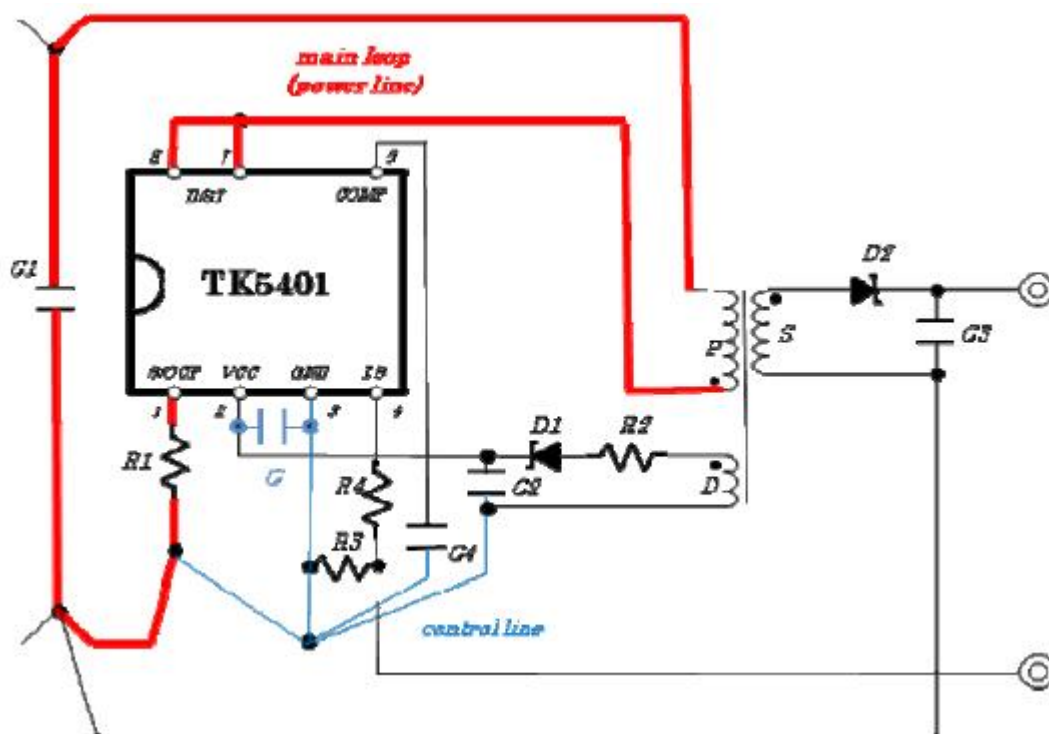

图 12 连接模式示例
(1) 如图 12 所示，请将 IC 的 S/COMP 端和 D/ST 端的线布为尽量短而粗的箕形纹以利于开关电流。
(2) 请将 IC 的 Vcc 端的线布得尽量短而粗，当 IC 和 C2 的距离远时请务必在 Vcc 和 GND 间放置一个 $50\text{V}/0.1\mu\text{F}$ 的电容。
(3) 建议漏极采用较大的空间以利于散热。
(4) 请将 IC 的 S/COMP 端和电流采样电阻 R1 间的线布为尽量短而粗。另外请将电源的 GND 和控制端的 GND 用其它图案完全隔离。